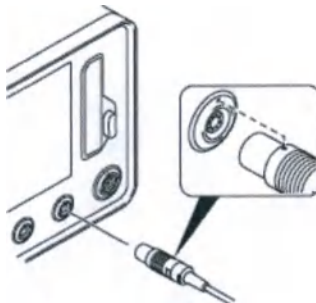

Рисунок 73 — Подключение проводной педали
- ВСЕГДА используйте отметки совмещения коннектора для ориентации и установки коннекторов кабелей в порт(-ы) консоли (рисунок 73).
1. Если используете проводную педаль, установите коннектор кабеля педали в порт педали на консоли (рисунок 73).